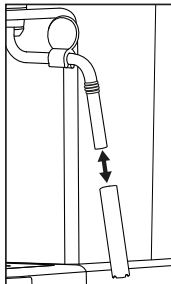

Abb. 3
- 5) Ziehen Sie die Hülle der Milchaufschäumdüse **9** ab (siehe Abbildung 3) und reinigen Sie diese sorgfältig im warmen Wasser und etwas Spülmittel. Nutzen Sie ggf. eine kleine Bürste, um auch die Innenseite der Hülle zu reinigen. Spülen Sie die Hülle danach mit klarem Wasser ab.
- 7) Schieben Sie die Hülle wieder auf das Rohr (siehe Abbildung 3).